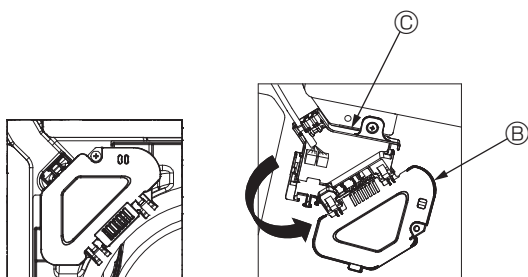

Fig. 4-5
- ③ Avlägsna en skruv som håller anslutningsdosans lock och öppna locket. (Fig. 4-5)
- ④ Placera kontakten för anslutningskabeln i anslutningsdosan.
- ⑤ Montera kabelskyddet och anslutningsdosans lock.